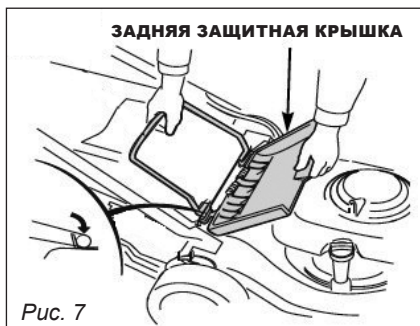

Рис. 7
6. Для установки травосборника поднимите заднюю защитную крышку и установите собранный травосборник в пазы (рис. 7).